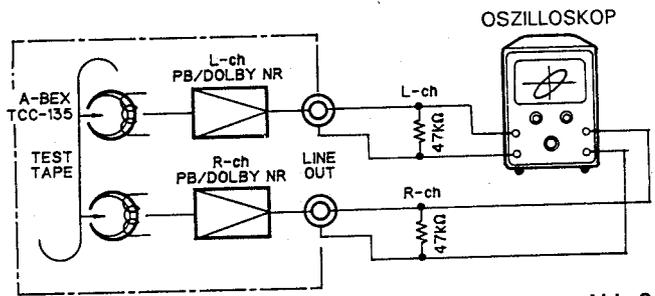

Abb. 2-1
- (1) Nach der Überprüfung des Bandtransports die Testcassette (A-BEX TCC-153) einlegen. Abb. 2-1
- (2) Die Testcassette (beide Seiten) wiedergeben und dabei die Azimut-Schraube so drehen, bis A und B in der Lissajouschen Figur die höchste bzw. niedrigste Position erreicht haben.